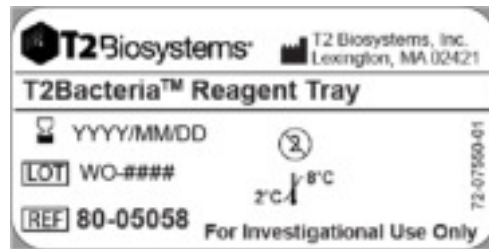

Abbildung 16. Beispiel der Chargennummer auf dem Etikett eines T2Bacteria-Reagenzien-Trägers
2. Gemäß *Gebrauchsanweisung* für Assays, das Präfix für Assays eingeben, gefolgt von der Chargennummer des Reagenzien-Trägers, die sich auf dem Etikett des Reagenzien-Trägers befindet (Abbildung 16). Beispiel: CA01WO-####.